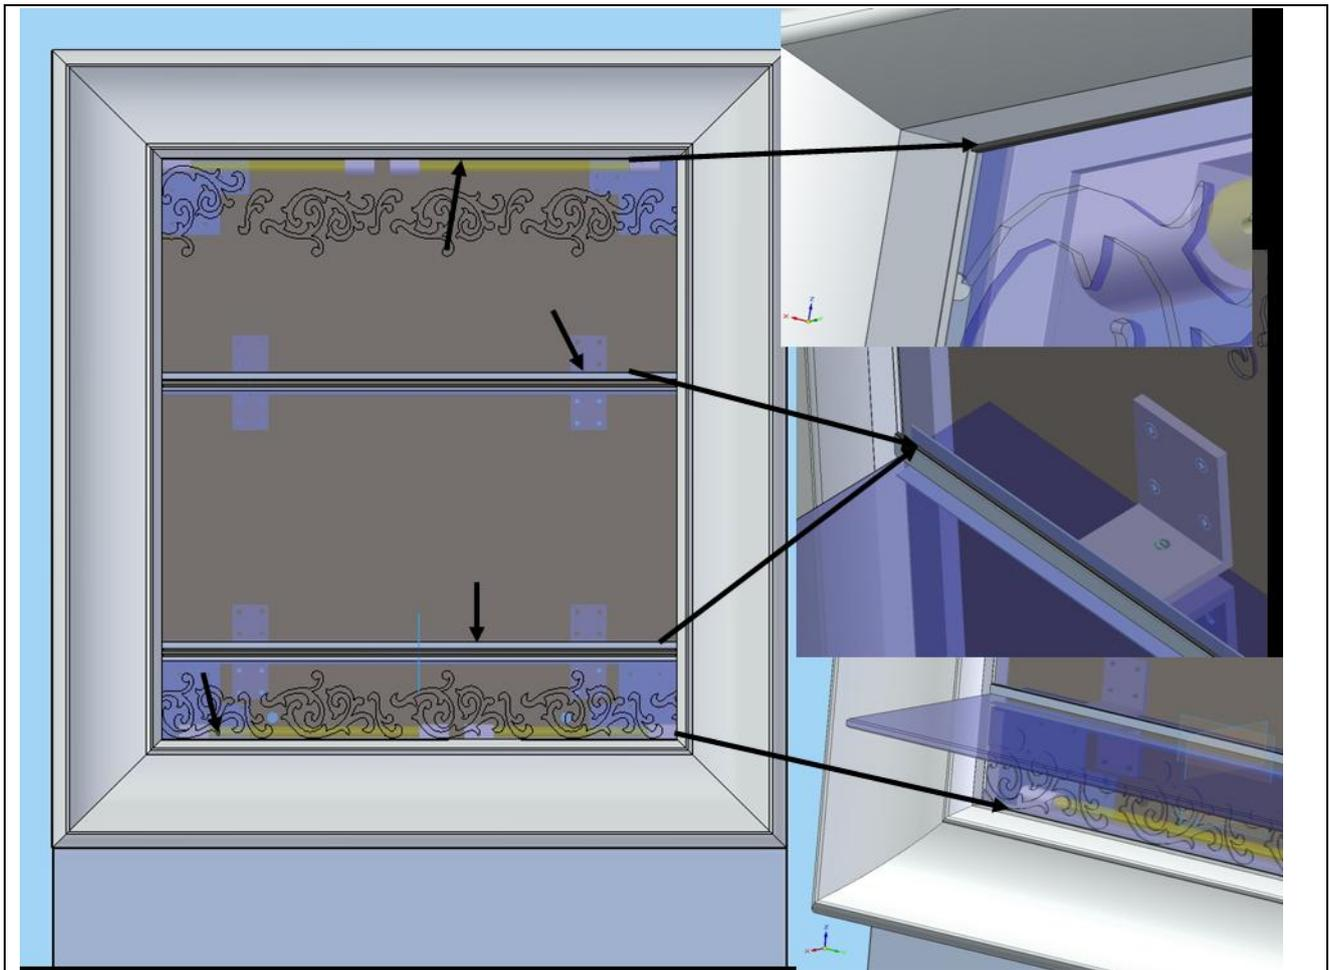

Figura 18
2. Una volta che lo specchio è stato posizionato correttamente e centrato inserire la guarnizione in dotazione **VEDI FIGURA 18**
2. **Una volta che lo specchio è stato posizionato correttamente e centrato inserire la guarnizione in dotazione VEDI FIGURA 18**